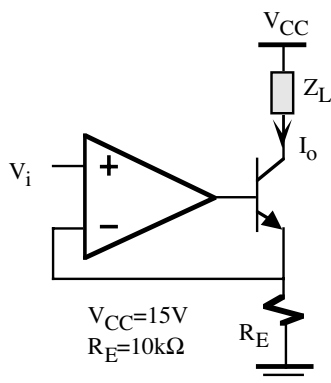

Figura P8.7
- P8.7** Demostrar que el circuito de la figura P8.7 se comporta como una fuente de intensidad controlada por la tensión de entrada V_i , $V_i > 0$. Dato: $h_{FE}=5$.